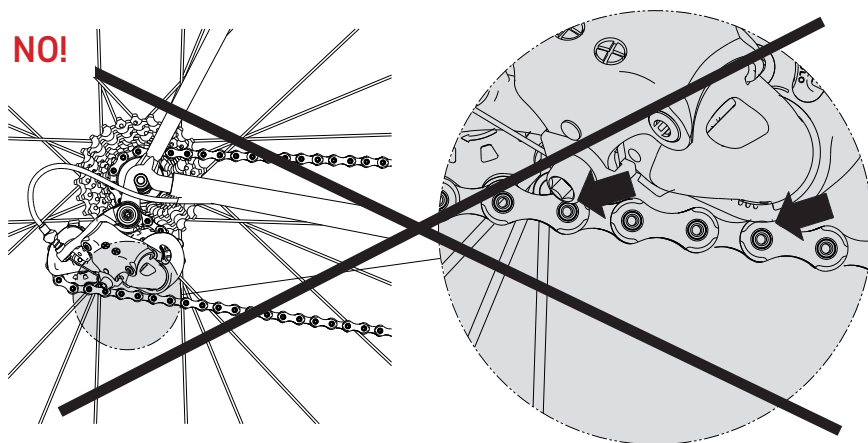
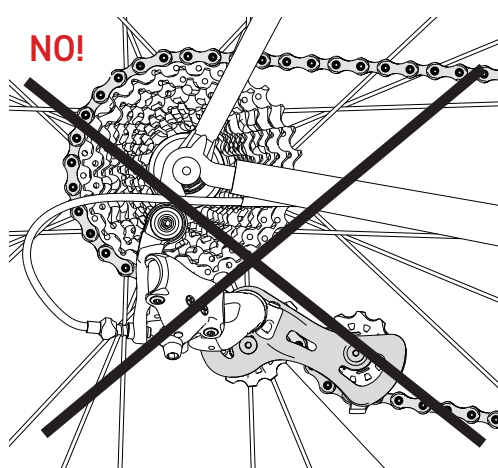

Fig.3
Fig.4
• Per evitare un malfunzionamento della trasmissione, la misura H non deve assolutamente essere inferiore a 3 mm (Fig. 3) e non deve essere superiore a 22 mm perché, con pignone e ingranaggio grandi, la catena risulterebbe eccessivamente tesa (Fig. 4).